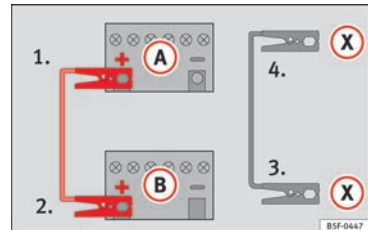

Bild 60 Skiss över anslutning i fordon med start-/stoppsystem.
– *Fordon med start-/stoppsystem:* Anslut ena änden av den **svarta** startkabeln (X) till en lämplig jordpunkt, en fast metalldel på motorblocket eller till själva motorblocket » **bild 60**.
5. Anslut andra änden av den **svarta** startkabeln (X) till en solid metalldel som är kopplad till motorblocket eller till själva motorblocket i bilen med det urladdade batteriet. Anslut den inte till någon punkt i närheten av batteriet (A).